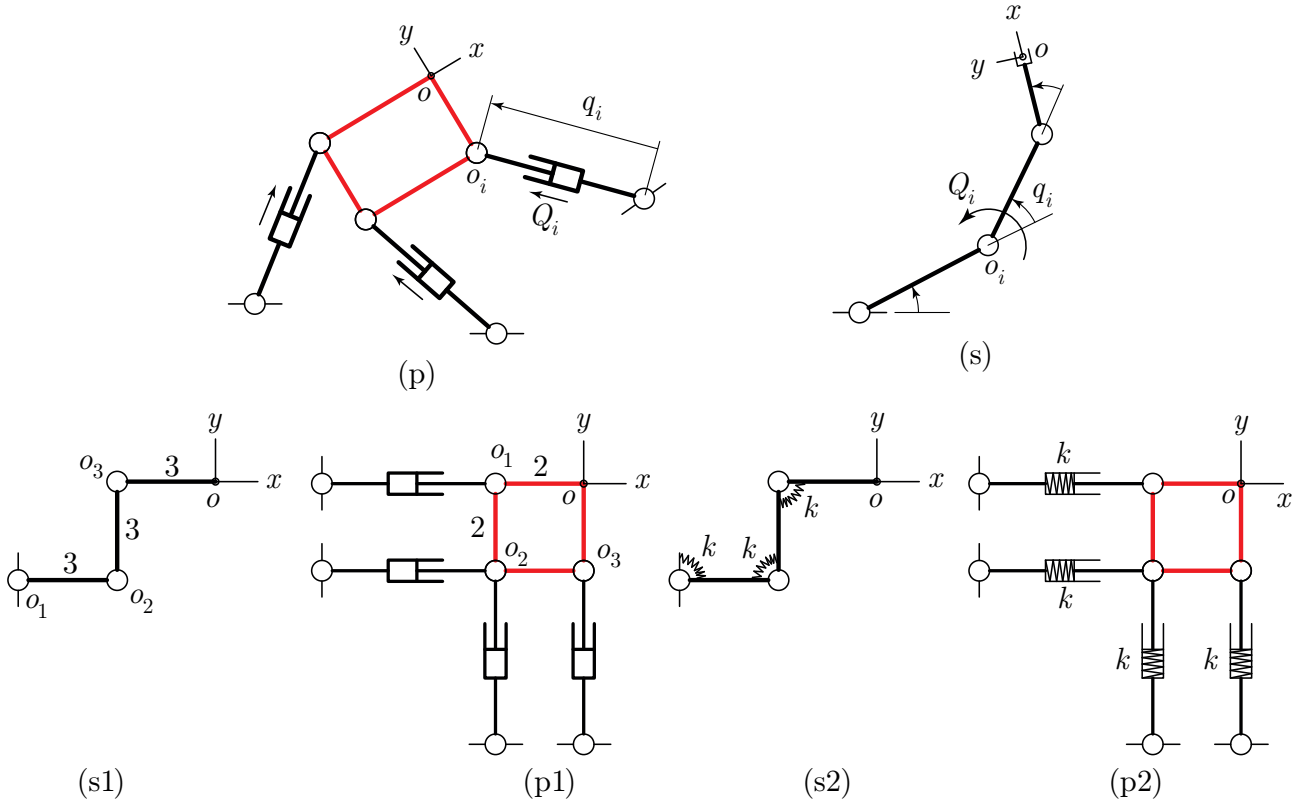

Figura 1: Manipolatori seriali e paralleli: modellistica ed analisi elastica lineare.
- 1) La ben nota relazione $Q_i = D_i^T w_o$ che mappa il wrench w_o applicato all'end effector di un seriale nella forza generalizzata Q_i sul giunto i -esimo ($i = 1, \dots, n_s$), ha il corrispettivo per i robot paralleli nella relazione $w_o = \sum_{i=1}^{n_p} U_i Q_i$ che mappa i contributi delle forze generalizzate Q_i degli n_p attuatori nel contributo complessivo sul coupler w_o . (Figura 1 (p-s)). Così come con $D_i \in \mathbb{R}^6$ si è indicato il generico i -esimo twist unitario, così si indica con $U_i \in \mathbb{R}^6$ l' i -esimo wrench unitario della i -esima gamba.
Con riferimento alle Figure 1(p-s) si esprima: (i) la forma generica (in $\mathbb{R}^6$) di D_i e U_i da cui si evinca chiaramente il ruolo giocato dal sistema di riferimento scelto per esprimere le componenti. Denotando con $J \in \mathbb{R}^{6 \times n_s}$ il Jacobiano le cui colonne sono le D_i e con $H \in \mathbb{R}^6 \times n_p$ l'*anti-Jacobiano* le cui colonne sono le U_i , (ii) si descriva cosa esprimono J e H e cosa J^T ed H^T . (iii) Si calcolino le precedenti quantità esplicitamente e numericamente nei casi di Figura 1 (s1-p1), spiegando quali quantità sono da esse legate. (iv) Si ripeta il punto (iii) lavorando con versioni di D_i ed U_i adatte ad una analisi puramente piana del medesimo problema. (v) Con riferimento alla Figura 1 (s2-p2), definite le matrici di cedevolezza $F_q \in \mathbb{R}^{n_s \times n_s}$ per il seriale (s2) e di rigidità $K_q \in \mathbb{R}^{n_p \times n_p}$ per il parallelo (p2), con $dq = F_q dQ$ e $dQ = K_q dq$, si calcolino: per il seriale, la matrice F_o tale che $ds_o = F_o dw_o$ e, per il parallelo, la matrice K_o tale che $dw_o = K_o ds_o$. Si consideri che dx , con x quantità generica, indichi una variazione piccola della stessa rispetto ad una configurazione scarica. Si svolgano i calcoli numericamente usando le dimensioni in Figura. (vi) Quanto vale il $\text{rank}(F_o)$ per il caso (s2)? F_o ha un nullo? Se sì cosa rappresenta? Si riesce ad individuare una condizione in cui $\text{rank}(F_o)$ si riduce ulteriormente?